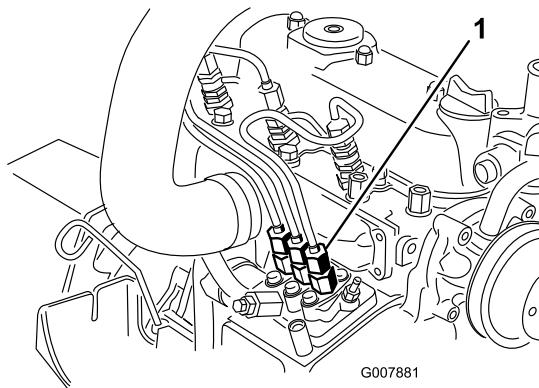

Figura 46
- Mettete un cencio sotto il raccordo del tubo proveniente dalla pompa d'iniezione e diretto all'ugello dell'iniettore n. 1, come illustrato nella Figura 46.